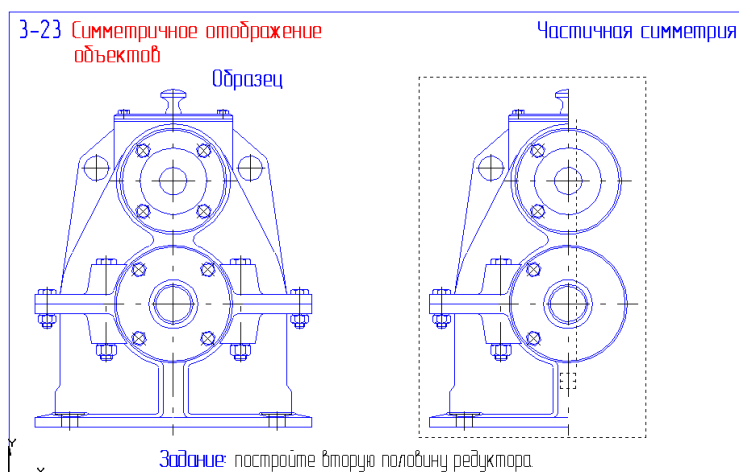

Рис. 29
31. Откройте файл фрагмента 3-23 (рис. 29). Для выполнения задания выделите рамкой всю половину редуктора. Чтобы избежать наложения объектов из строки меню выполните команду из строки меню: **Выделить – Исключить – Секущей ломаной**. Проведите секущую линию через все окружности в правой части. Далее выполните команду **Симметрия** как в предыдущем упражнении. Результат сохраните.